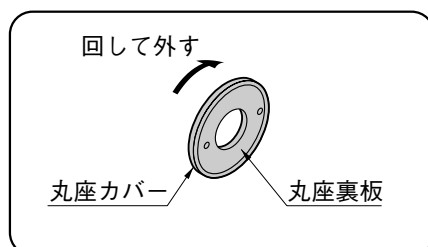

図5-1 LA丸座Bの丸座裏板取外し方法
- ① 図5-1を参照し、LA丸座Bから丸座裏板を取外し、丸座を門扉本体に取付けてください。
- ② 道路側からハンドルA(角芯付)を差込み、敷地側からハンドルBを取付け、締付ネジで固定してください。
- ③ フロントを取付けてください。